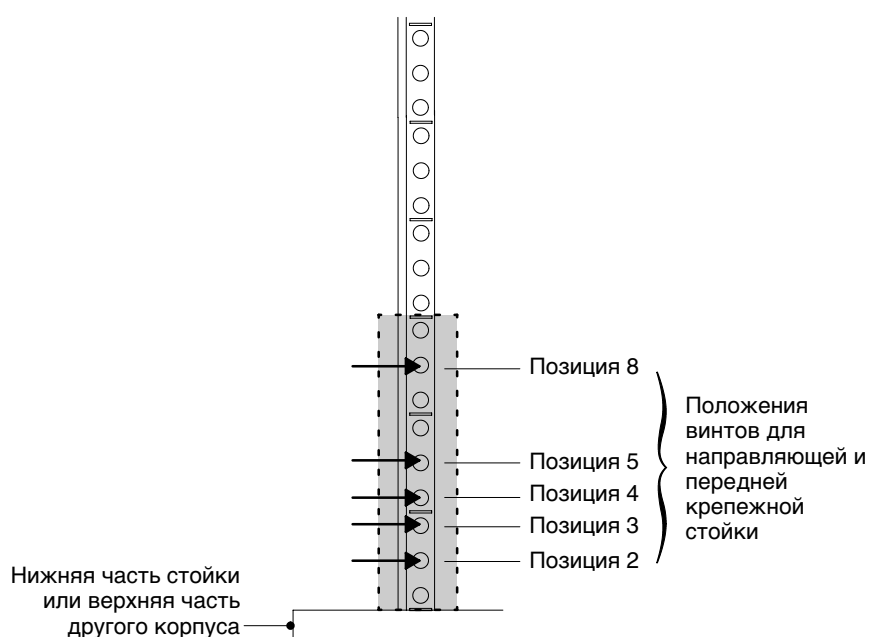

Рисунок 2. Положения винтов передней направляющей для ЕВМ
1. Выберите нужные отверстия в стойке для крепления ИБП (см. рис. 2).
3. При помощи двух крепежных винтов M5 и крепежной пластины прикрепите направляющую к передней части стойки (см. рис. 2 и рис. 3).